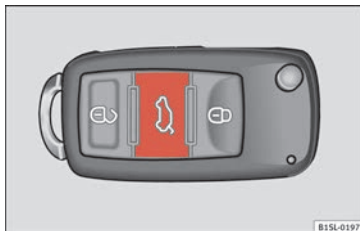

Fig. 106 En la llave del vehículo: botón para desbloquear y abrir el portón trasero.
- Pulse el botón  de la llave del vehículo » **fig. 106** durante aproximadamente un segundo para desbloquear el portón trasero.